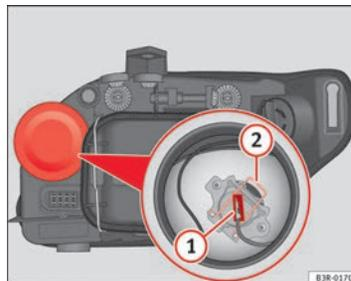

Abb. 209 Fernlicht
- Ziehen Sie den Stecker ⇒ Abb. 209 ① von der Lampe ab.
- Die Haltefeder ⇒ Abb. 209 ② durch Eindrücken und Rechtsdrehung abnehmen.